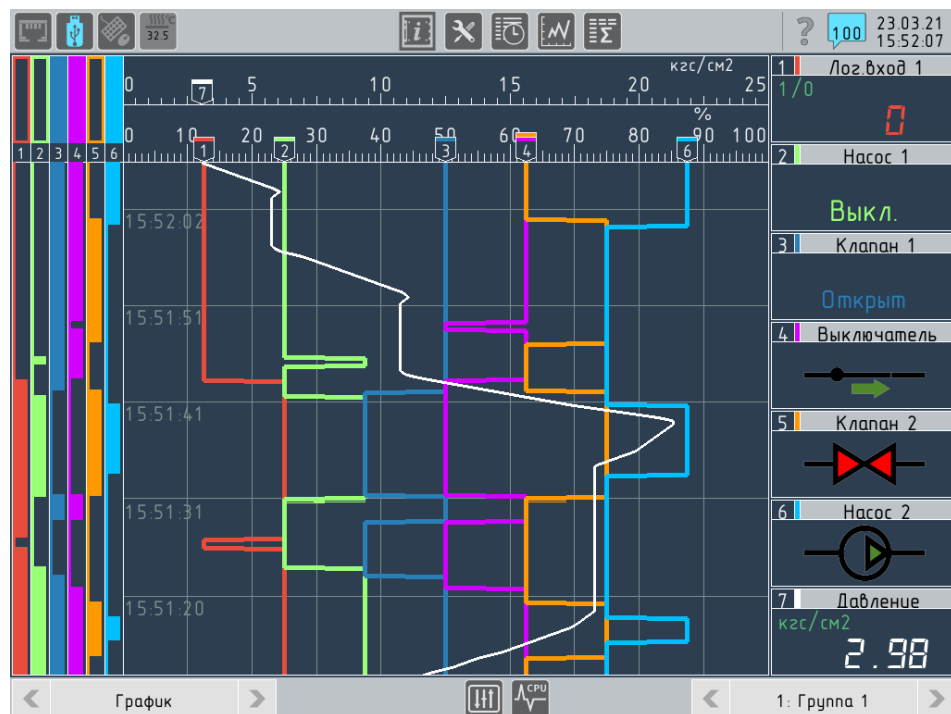

Рисунок 4.15 – Пример вывода на график и масштабирования дискретных объектов, переданных "каналам" в качестве аргументов
- ▶ цвет заливки назначается пользователем при настройке прибора (см. рисунок 4.15).